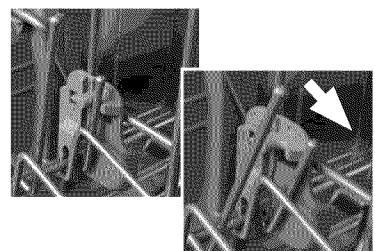

Ilustración 4
2. Agarre la parte superior de la rejilla arriba de las agarraderas de la rejilla superior con ajuste automático de altura y jálela hacia arriba como se muestra en la Ilustración 4 hasta que las agarraderas bloquen la rejilla en su posición (no es necesario presionar las agarraderas de la rejilla superior con ajuste automático de altura para subir la rejilla).